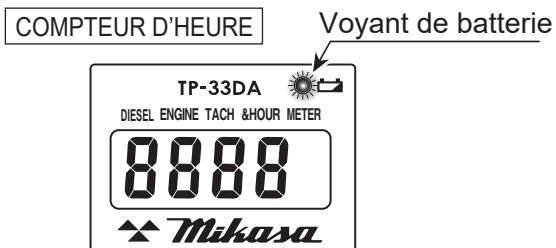

Figure 29. Vérification de la batterie
1. Vérifiez le voyant indicateur de la batterie sur l'horo-tachymètre (Figure 29).